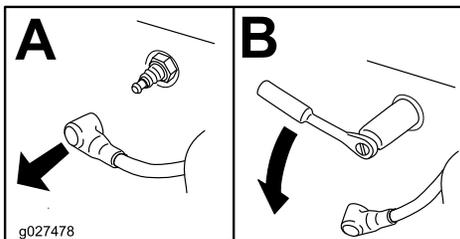

Figura 56
4. Localice y retire la(s) bujía(s), como se muestra en la Figura 56.